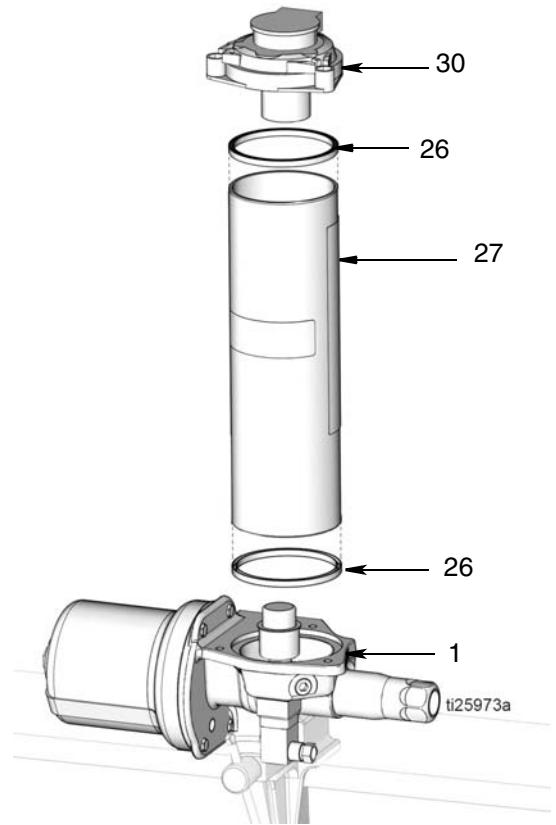

图 15
- 从泵底座 (1) 上拆下液箱 (27) (图 15)。如果更换液箱垫圈 (26)，从液箱上拆下垫圈。根据正确处置的所有相关规定，处置垫圈。